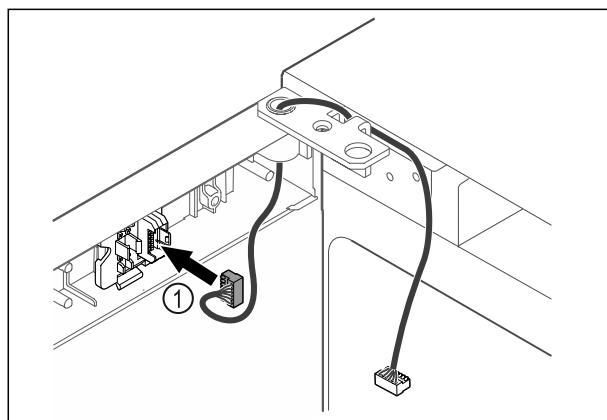

Fig. 49
- Vtič Fig. 49 (1) vstavite v držala vtiča.